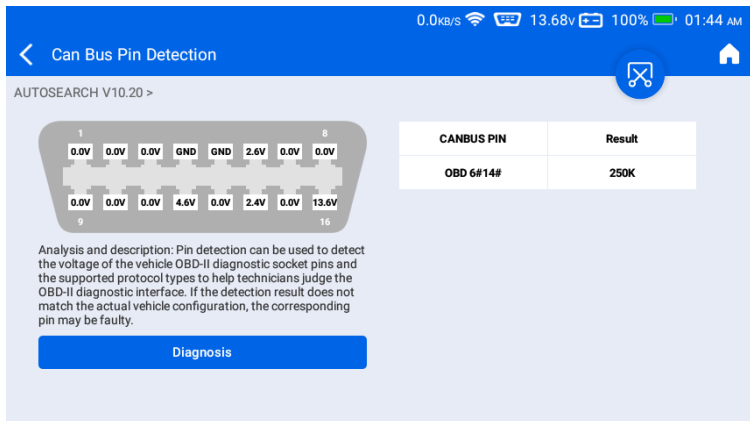

図 4-13
- 結果表: 結果表には、検出された通信ピンと対応するボーレートが表示されます。図 4-13を例にすると、ツールはピン6と14を250 Kbpsで動作するCANバスとして識別しており、診断装置と車両間の通信リンクが適切であることを示しています。